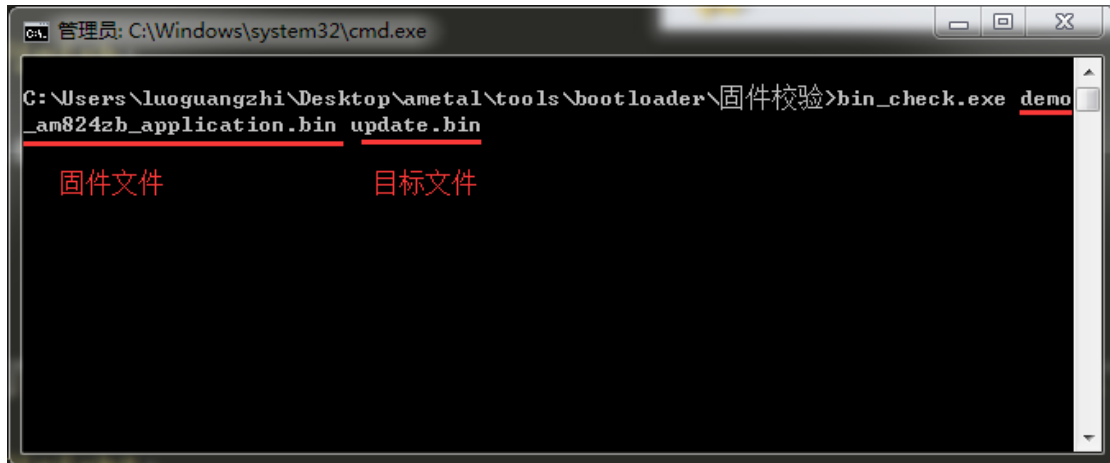
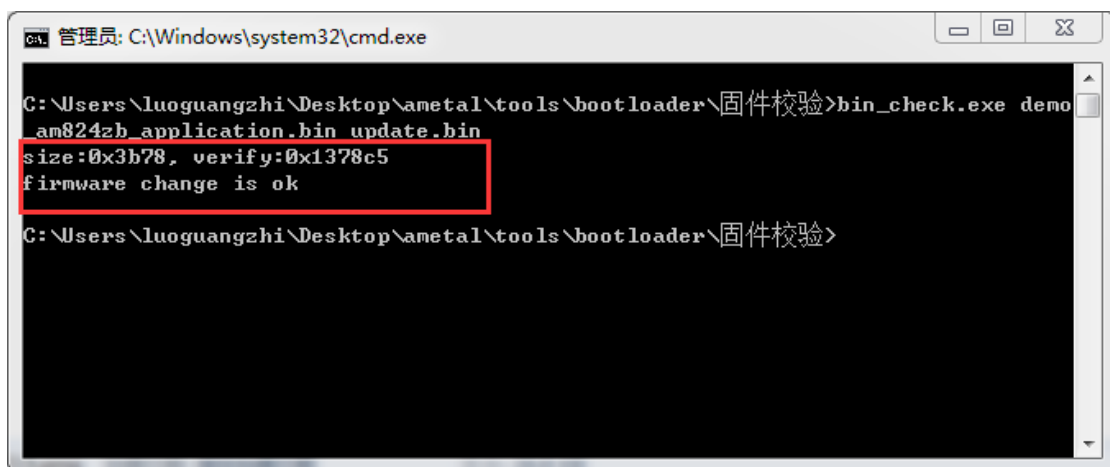

图 11: bin_check 执行命令
图 12: bin_check 执行完成
- 2、打开 cmd.exe，定位到当前目录，运行 bin_check.exe 并传入参数，第一个参数为 bin 文件名称，第二个参数为目标输出文件名，如图 11 所示。命令执行完成后如图 12 所示。